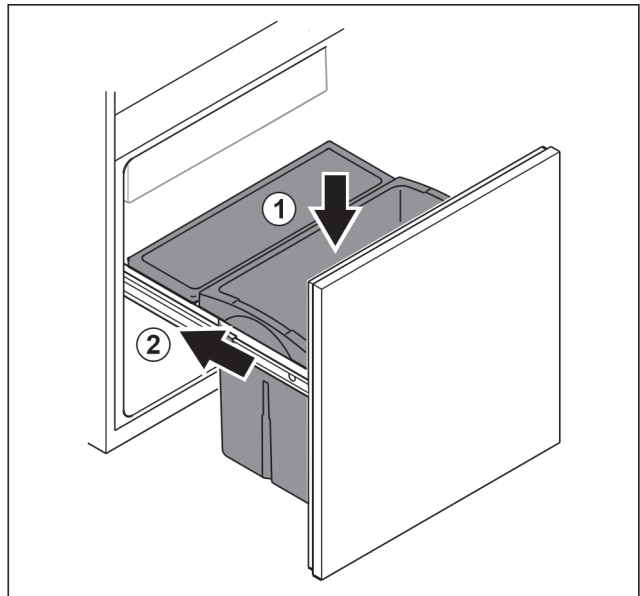

Fig. 191
- Schubfach von oben einsetzen. Fig. 191 (1)
- Auszugswagen einschieben. Fig. 191 (2)